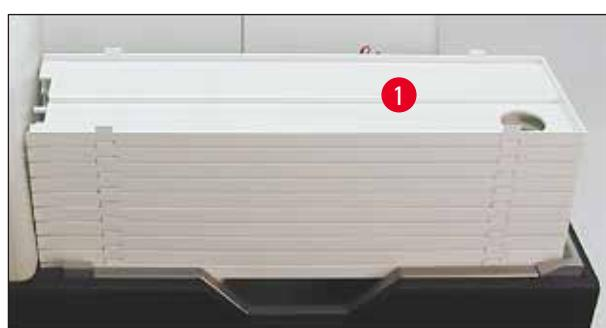

図42
- トレーのスタック（→ "図 42-1"）をアンロードステーションのリフトテーブルの上に配置します（→ "図 42"）。